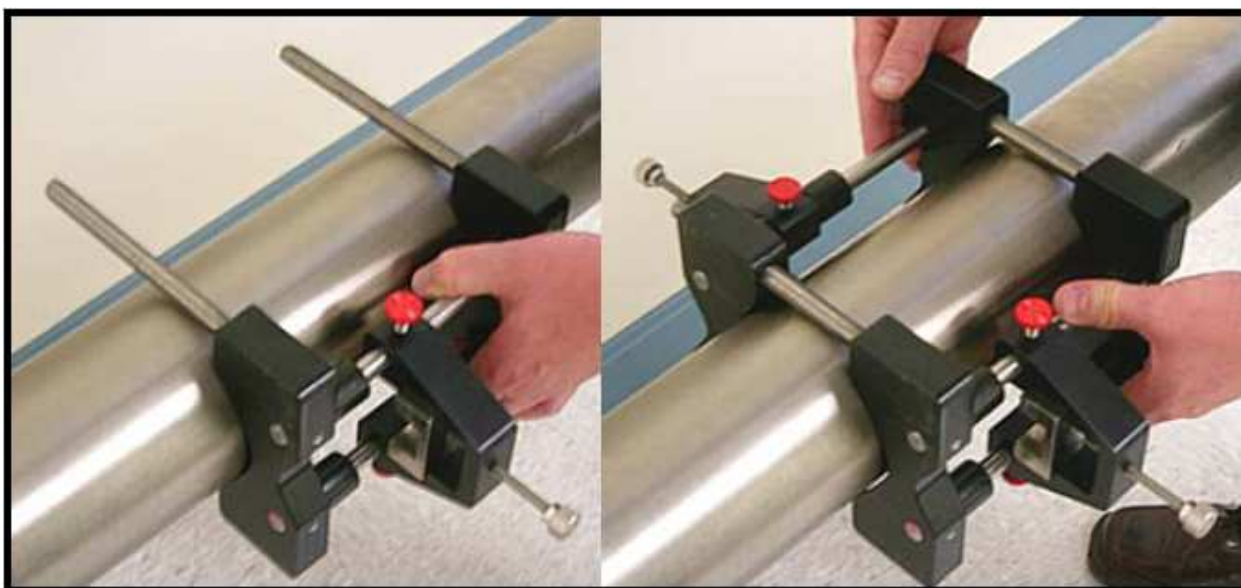

Рис. 3-7: Монтаж двух половин приспособления
1. Расположите 1/2 часть зажимного приспособления с резьбовым стержнем вокруг трубы, как показано ниже на рис. 3-7. Сориентируйте приспособление на горизонтальной трубе в положение, соответствующее 3 часам.
2. Расположите вторую половину для стыковки над резьбовым стержнем в положение, соответствующее 9 часам. На рис. 3-7, приведенном ниже, показаны две смонтированные половины приспособления.